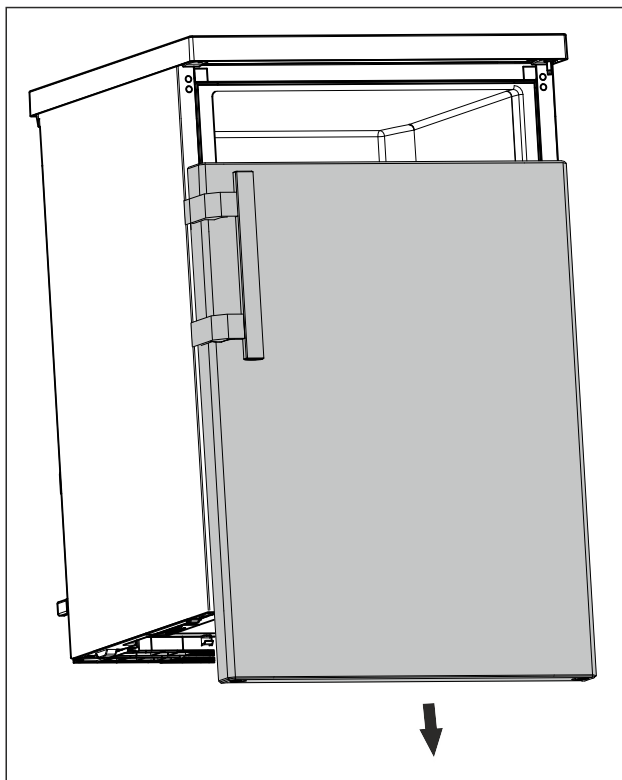

Fig. 17
- Verwijder de deur naar beneden. (zie Fig. 17)